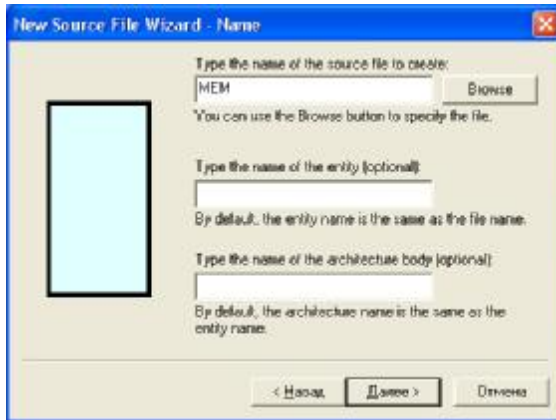

Рисунок 2.5 – Вибір імені файлу
2.2.2 З'явиться вікно майстра **New Source File Wizard**. Переконайтеся, що настройка **Add generated file to design** (англ. «додати створюваний файл до поточного проекту») активна і клацніть **Next**. У наступному вікні (рис. 2.5) треба вказати ім'я створюваного файлу, *сутності* (entity) і *архітектури* (architecture) моделі. Введіть **MEM** в полі імені файлу і клацніть **Next**.